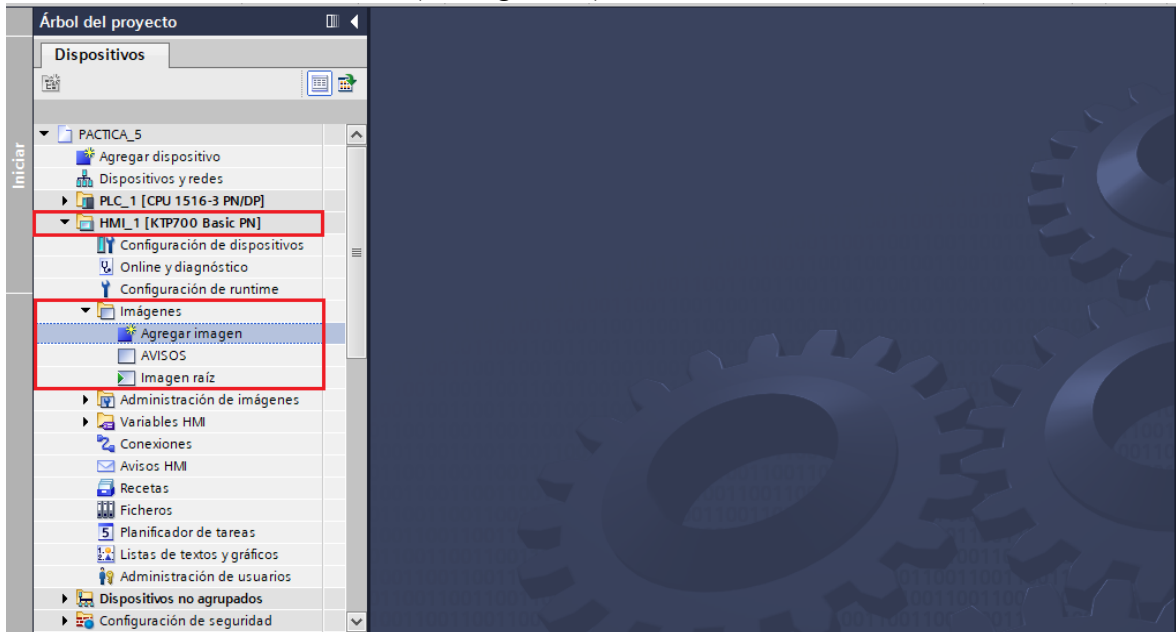

Figura 31. Agregar imagen de avisos.
- (1) Para iniciar con la configuración se debe agregar una imagen, para ello primero se debe dirigir a “HMI_1 [KTP700 Basic PN]” / “Imágenes”.
- Para agregar una nueva imagen presionar “Agregar Imagen”, a esta nueva imagen se la denominará como “Avisos” (ver Figura 31).